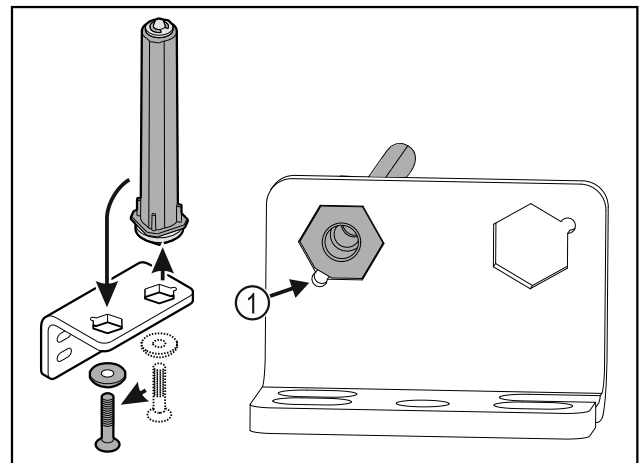

Fig. 26
- Observar que, al colocar, el bisel del perno Fig. 26 (1) apunte hacia el agujero redondo.